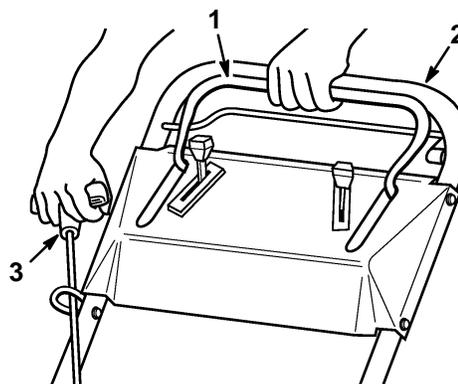

Figure 16
3. Tenir la barre de commande de la lame serrée contre le guidon (Fig. 16).
- B. DÉMARRAGE MANUEL – Tirer légèrement sur la poignée du démarreur (Fig. 16) jusqu'à ce qu'une résistance se fasse sentir, puis, tirer un coup sec. Laisser le cordon se rétracter lentement.